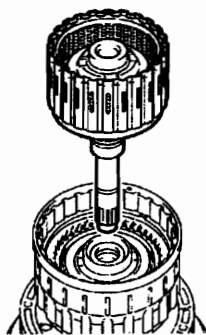

图 12-1-126
②如图 12-1-126 所示,从离合器鼓总成上拆下输入轴总成。